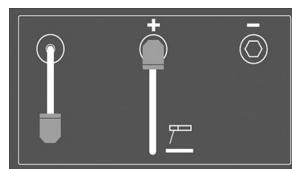

Fig. 4
La sélection de l'option de soudage affiche l'écran de réglage de sortie. L'écran affiche la configuration de la soudeuse. Dans la fig. 4, le connecteur Dinse (D) est branché à la prise de sortie positive pour la soudure à baguette. Le câble de mise à la masse se branche dans la prise de polarité inverse. La prise de sortie de gauche correspond à la prise de courant MIG.
Après avoir sélectionné le type de soudage, l'image du réglage de sortie approprié du connecteur Dinse (fig. 4) s'affiche.